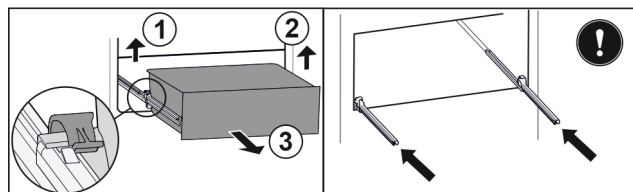

Fig. 29 *
- Zvedněte levou svorku a současně vytáhněte zásuvku vlevo dopředu Fig. 29 (1).*
- Zvedněte pravou svorku a současně vytáhněte zásuvku vpravo dopředu Fig. 29 (2).*
- Zásuvku odeberte směrem dopředu Fig. 29 (3).*